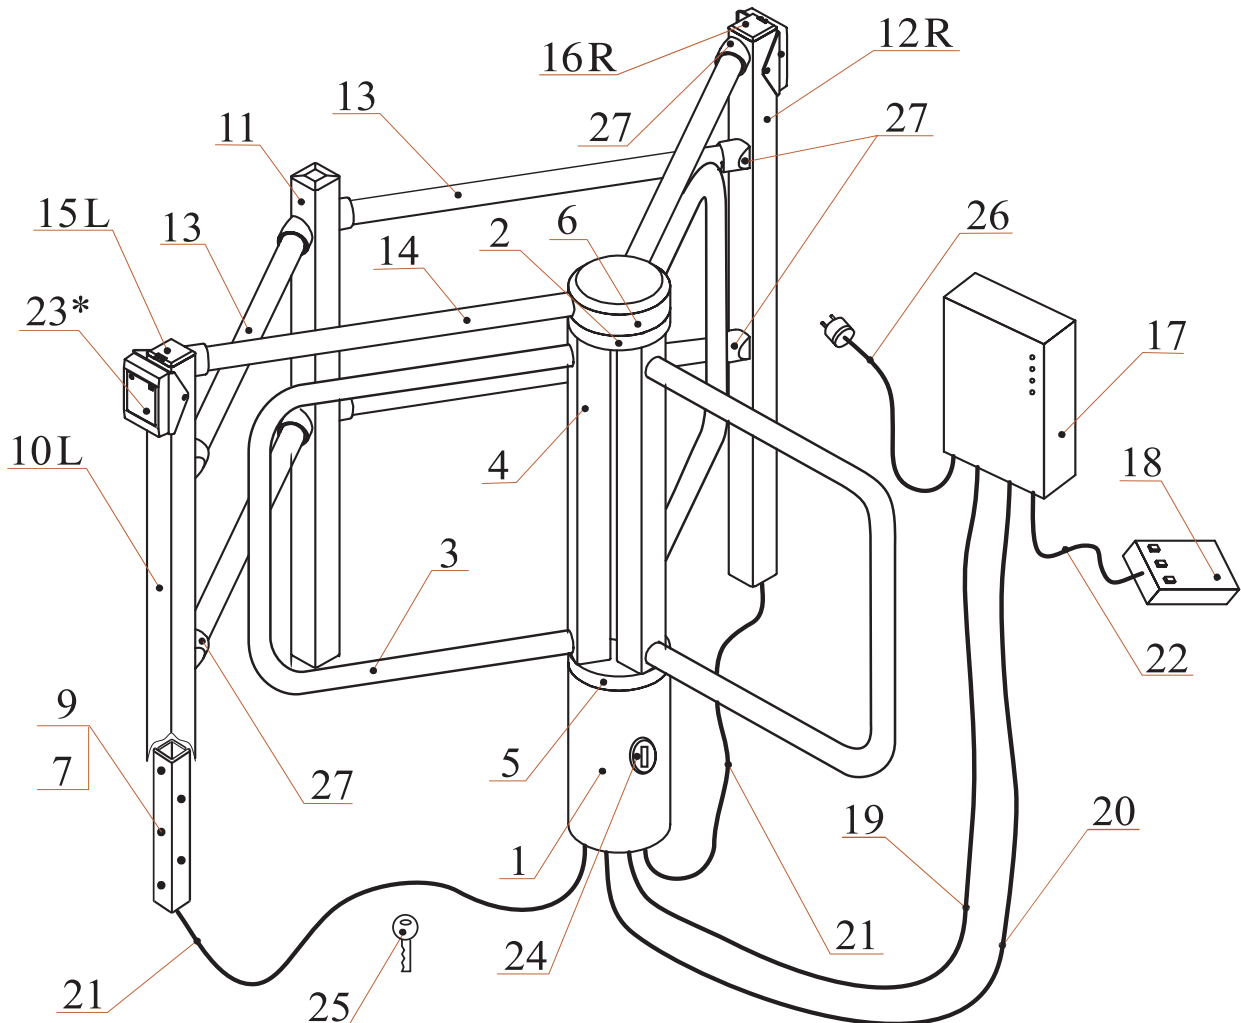

Рис. 1. Общий вид турникета:
Общий вид турникета представлен на рис. 1.
Номера позиций в тексте данного руководства по эксплуатации указываются в соответствии с рис. 1, если нет ссылки на иной рисунок.
5.2.4. Пульт управления (18) выполнен в виде небольшого настольного прибора в корпусе из ударопрочного АБС пластика и предназначен для задания и индикации режимов работы турникета при ручном управлении. Пульт управления подключается к блоку управления гибким многожильным кабелем (22) через разъем "RC" (см. рис. 1 и рис. 3).
5.2.5. Блок управления (17) (см. рис. 1 и рис. 3) выполнен в виде отдельного прибора в закрытом металлическом корпусе, обеспечивающем настенное крепление с наружной антисдергивающей фиксацией. Возможно настольное применение блока управления.